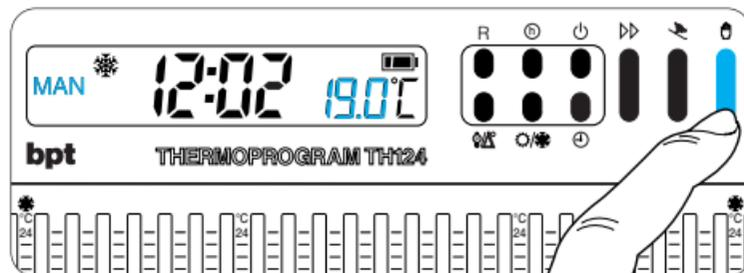

Fig. 26
9.1 - Selezionare il funzionamento MANUALE ed impostare la temperatura desiderata (fig. 26).